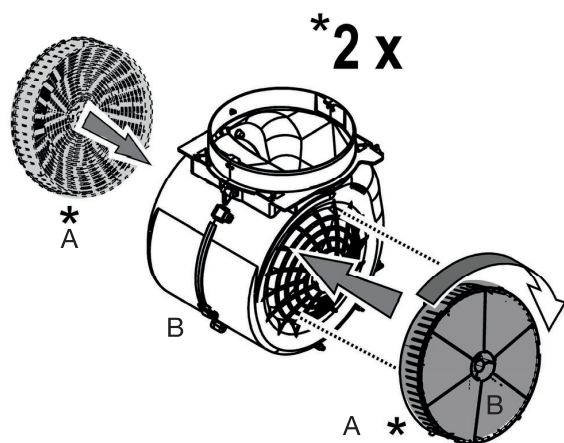

Figure 6
- Pour retirer le filtre à charbon actif** (Fig. 6), tournez les porte-filtres (A) situés de part et d'autre du moteur (B) pour les retirer.
- Dégagez ensuite les filtres (C) dans les porte-filtres et remplacez-les par des filtres neufs.